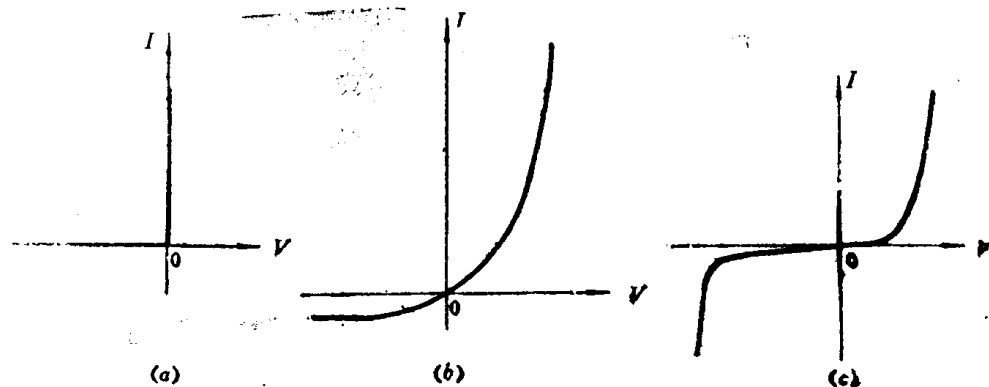

图 1—1
3. 二极管的理想、理论、实际 $V-A$ 特性曲线分别如图1—1(a)、(b)、(c)所示。
6. 三极管的特性曲线和参数, 如图 1—2 所示。